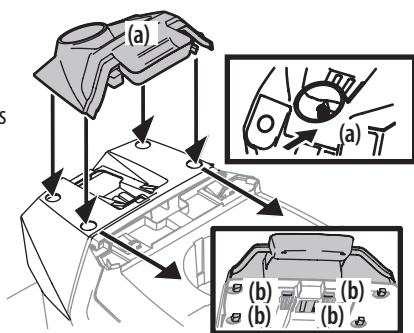

Figure 8
1. Pour installer le couvercle du tableau de bord (a), alignez les pattes (b) du couvercle (a) avec les trous sur la partie supérieure du tableau de bord. Voir Figure 8.